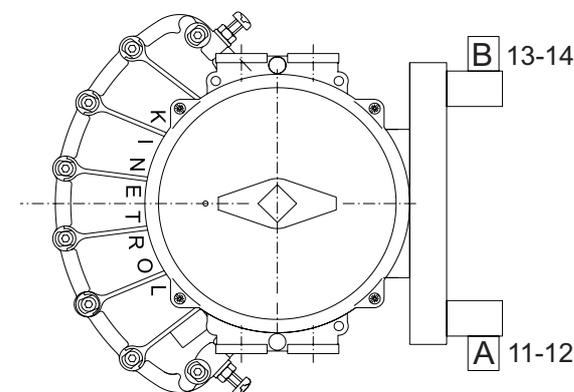

Figure 8
- Orientation des électrovannes : cf figure 8